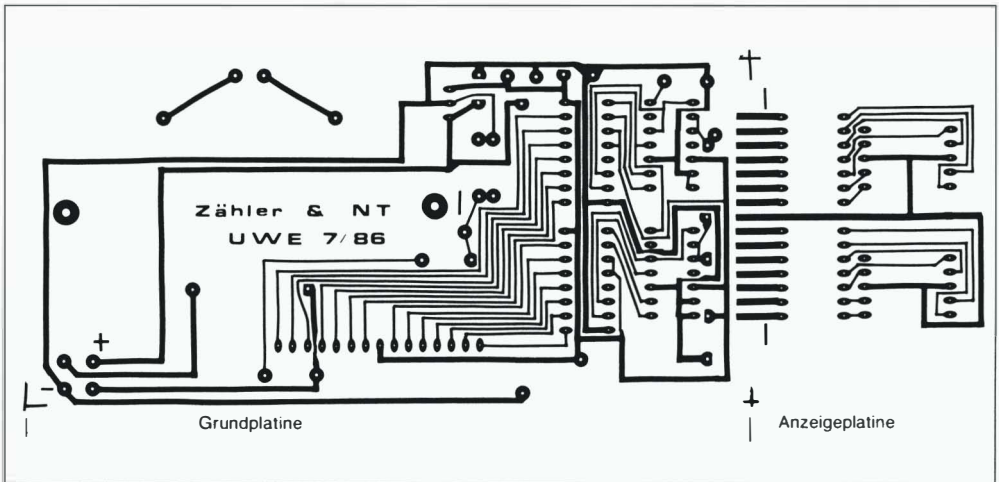

Bild 1.30: Platine für Zähler und Netzteil
Platine nach Bild 1.30 gemeinsam untergebracht. Man muß jedoch nicht alle Teile bestücken, sondern es steht jedem frei, zum Beispiel das Netzteil wegzulassen. In der Stückliste sind die Bauelemente daher in drei Gruppen eingeteilt. Benötigt man nur den Zähler, dann kann man die Betriebsspannung über zwei Buchsen von außen zuführen. Falls aber der 50-Hz-Ausgang arbeiten soll, ist mindestens noch der Trafo und der Gleichrichter einzusetzen.
Bild 1.30 zeigt das Platinenlayout der kombinierten Schaltung. Es besteht aus zwei Teilen. Rechts erkennt man den
- 1 einseitige Leiterplatte (Grundplatine) nach Bild 1.30